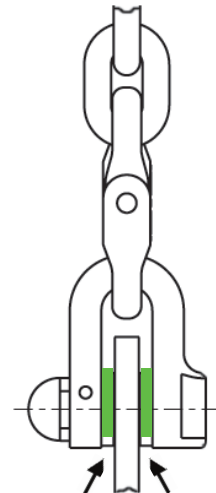

Abbildung 2:
- Um einseitige Belastung des Schäkels zu vermeiden, sind Distanzscheiben auf beiden Seiten des Bolzens zulässig (siehe Abb. 2).